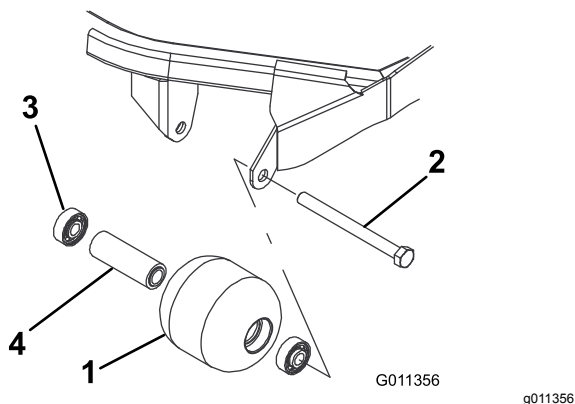

Figura 99
1. Retire o parafuso de montagem do rolo (Figura 99).
4. Verifique se a estrutura dos rolamentos, os rolamentos e o espaçador de rolamentos estão danificados (Figura 99).
1. Introduza o primeiro rolamento na estrutura do rolo (Figura 99). Empurre só a calha externa ou, então, exerça o mesmo tipo de pressão nas calhas interna e externa.
2. Coloque o espaçador (Figura 99)
3. Introduza o segundo rolamento na estrutura do rolo (Figura 99) exercendo o mesmo tipo de pressão nas calhas interna e externa até a calha interna entrar em contacto com o espaçador.